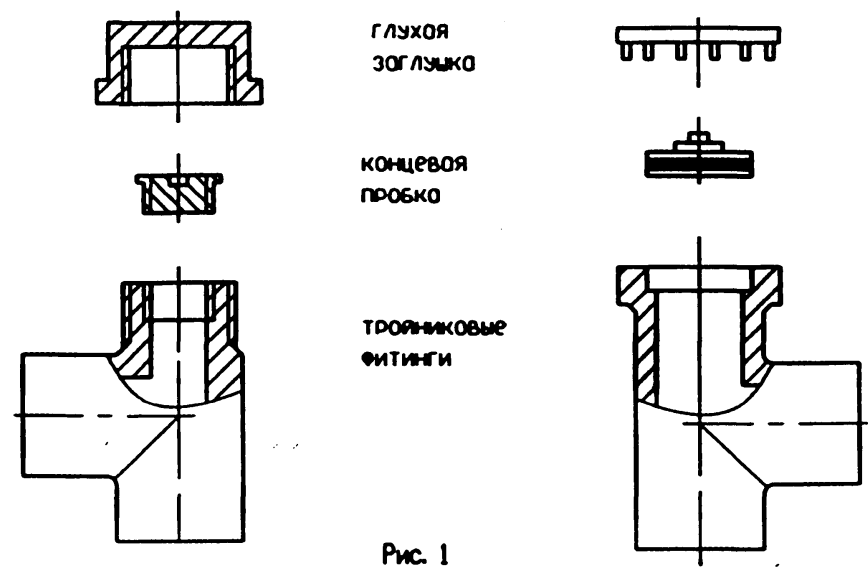

Рис. 1
1. Тройники 3-WAY® типоразмеров от 4" до 12" (100-300 мм) типа IIa, изображенные на рис.1